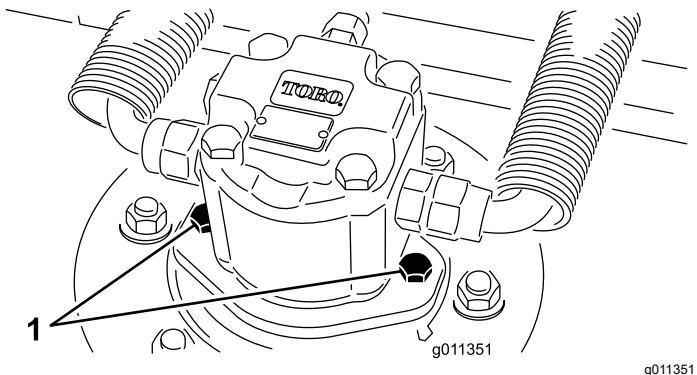

Bild 12
2. Schließen Sie den Hydraulikmotor von der Schneideeinheit ab und nehmen Sie ihn ab (Bild 12). Decken Sie die Spindeloberseite ab, um einer Verunreinigung vorzubeugen.